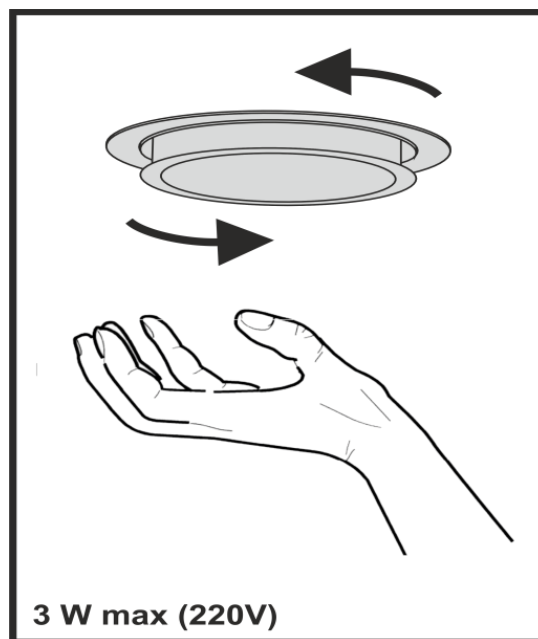

Рис.7
8.8 На витяжці встановлена LED лампа підсвічування робочої зони плити. Для заміни лампи необхідно зняти алюмінієві фільтри, відтиснути лампу так, щоб вона вийшла з корпусу витяжки, утримуючи тримач патрона, злегка натиснути на лампу у напрямку патрона і, повернувши її проти годинникової стрілки, вийняти. Замість неї необхідно встановити нову з тими ж характеристиками і встановити фільтри (**Рис.7**).